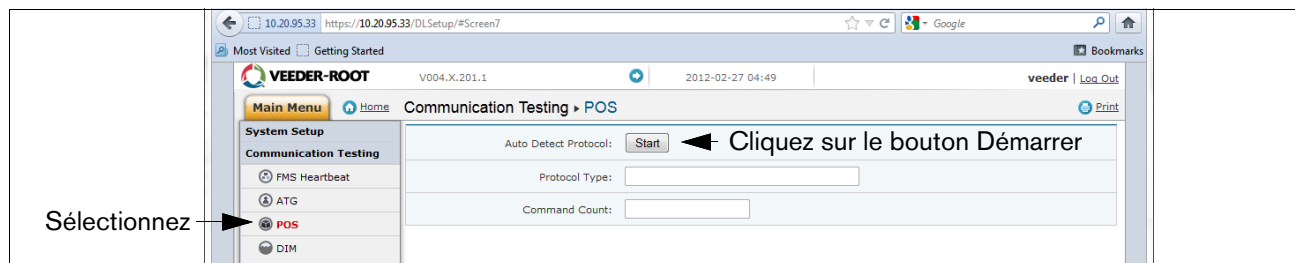

Figure B-16. Demande de type de protocole de point de vente
18. Cliquez sur « POS » pour détecter le protocole du point de vente. Cliquez sur le bouton « DEMARRER » à côté de « Détection automatique du protocole » et attendez que le type de protocole apparaisse (voir l'exemple à la Figure B-16).